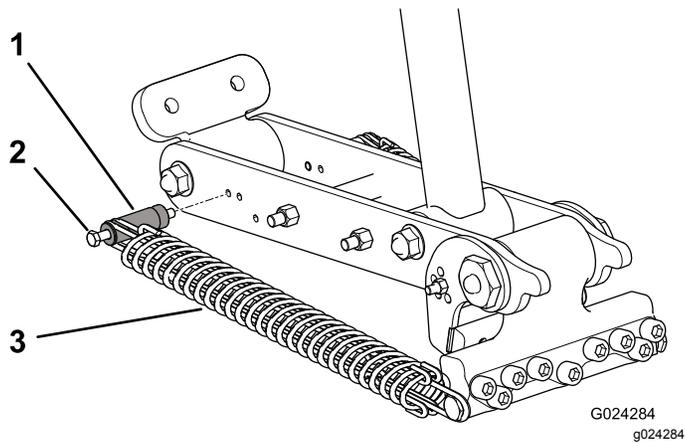
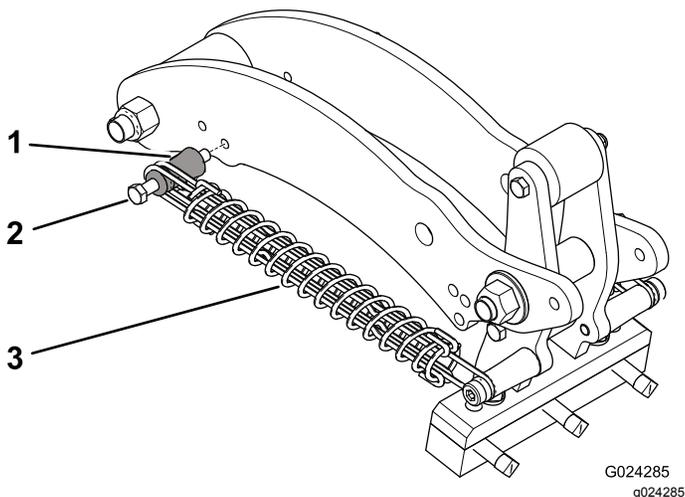

図 42
図 43
4. スプリング取り付けポストのボルトをリンクアームに固定するナットを取り外す 図 42 または 図 43。
5. 取り付けポストのボルトを外して取り付けポストをリンクアームから外し、これらをもう次の調整穴に差し込む 図 42 または 図 43。